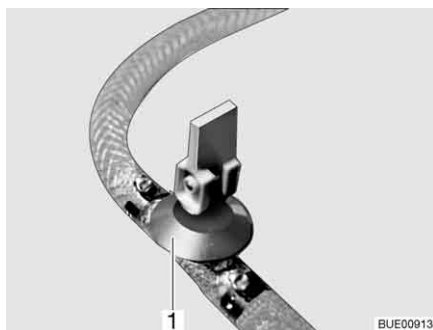

Fig. 198 Rubinetto di scarico
- Chiudere il rubinetto/i rubinetti di scarico. A questo scopo posizionare orizzontalmente la leva a bilanciere (Fig. 198,1).
- Aprire il rubinetto/i rubinetti di scarico (Fig. 198). A questo scopo posizionare verticalmente la leva a bilanciere (Fig. 198,1). Il boiler viene svuotato verso l'esterno.